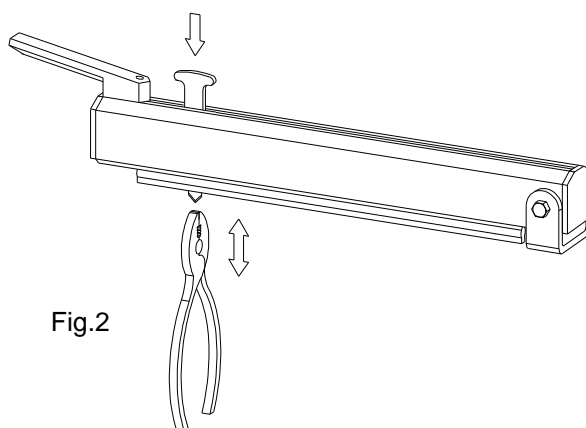

Fig.2
5. En slitt kniv skiftes enkelt ved å trykke ned den røde knivholderen, dra ut den gamle kniven og skyv inn en ny. Kniven er meget skarp og det anbefales derfor å holde kniven med en tang (fig. 2).
5. Zużyty nóż można wymienić poprzez wciśnięcie czerwonego uchwytu noża, wyciągnięcie starego noża i włożenie nowego. Zaleca się, aby przy tej czynności posłużyć się kombinerkami (Rys. 2).
5. Для замены износившегося ножа следует нажать на красный держатель, вытащить старый нож и заменить его новым. Рекомендуется пользоваться для этого плоскогубцами (рис. 2).